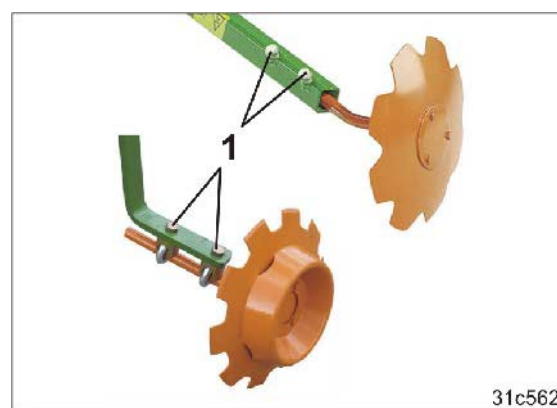

図 149
- 4.4 2本のねじ (図 149/1) を外してください。
- 4.7 ねじ (図 149/1) を締め付けてください。